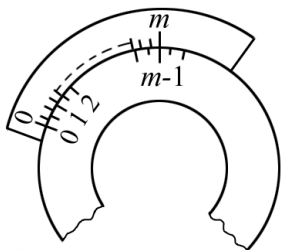

Рис. 4
Круговым нониусом называется дуговая линейка с делениями, скользящая вдоль круга, разделенного на градусы или более мелкие, угловые деления (рис. 4). Принципиально этот нониус, предназначенный для измерения углов, ничем не отличается от линейного. Если деление лимба составляет β градусов (или минут), а деление нониуса α градусов, то в соответствии с уравнением (1)